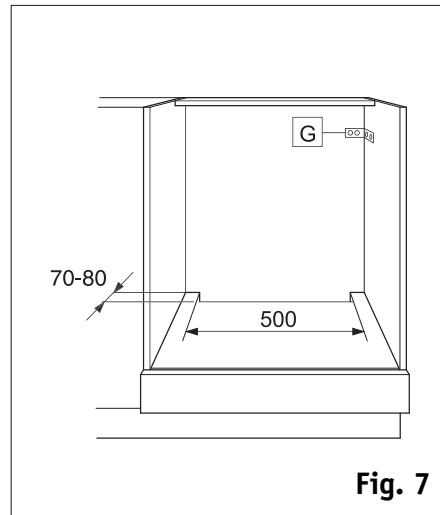

Fig. 7
- Кухонная мебель должна быть надежно прикреплена к стене. Для этой цели используйте обычно находящиеся в продаже кронштейны (G) (рис. 7).